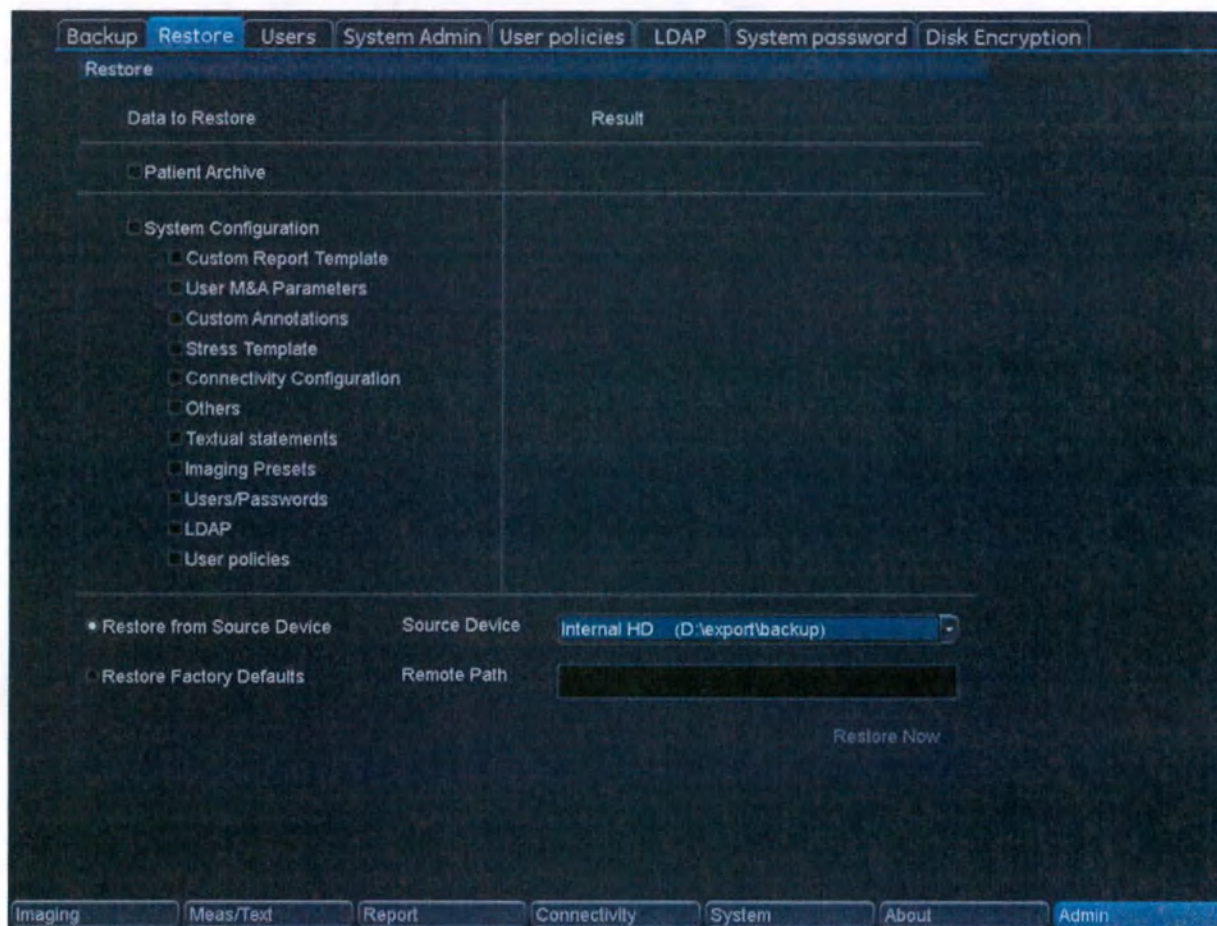

Рис. 10-42. Вкладка восстановления
- Один или несколько **пунктов конфигурации системы** для восстановления частей системных настроек и установок пользователя (см. Рис. 10-42).